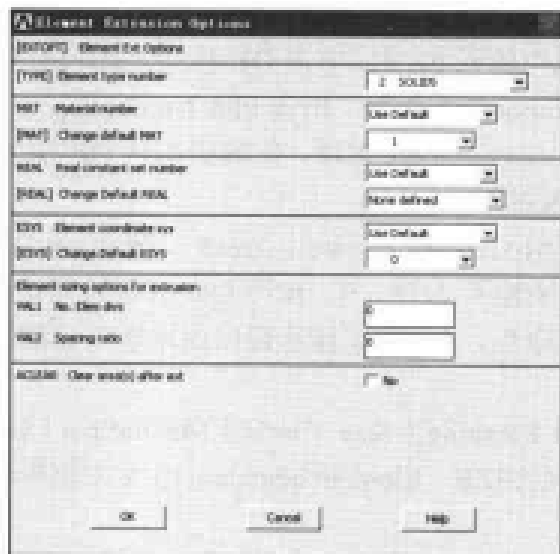

图 13-81 单元拖拉属性设置对话框
(13) 选择 Main Menu | Preprocessor | Modeling | Operate | Extrude | Elem Ext Opts 命令, 出现 Element Extrusion Options 对话框, 在 [TYPE] Element type number 下拉列表框中选择 2 SOLID5, 在 [MAT] Change default MAT 下拉列表框中选择 1, 其余选项采用默认设置, 如图 13-81 所示, 单击 Close 按钮关闭该对话框。